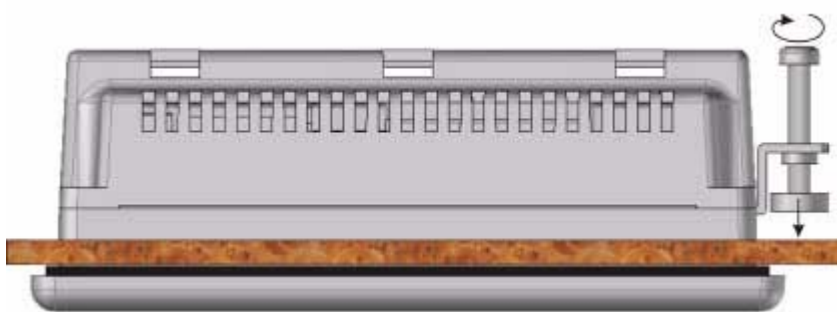

Figura 3.4: Fissaggio dell'involucro nel pannello
- 4 Inserire una staffa nello slot dell'involucro e serrare leggermente la vite, come illustrato nella Figura 3.4: Fissaggio dell'involucro nel pannello.